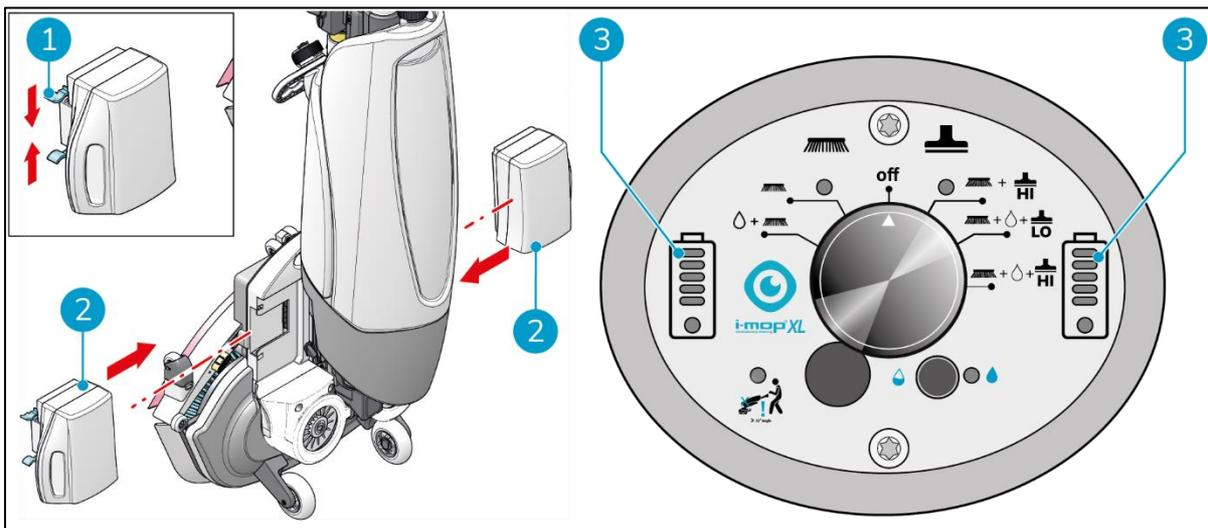

Figura 17
1. Empurre a pilha com código azul (Figura 17, pos. 2) na ranhura da bateria azul. Um clique indica que a bateria está bloqueada no sítio (Figura 17, pos. 1).